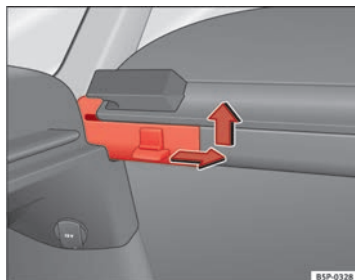

Fig. 126 Démontage de la plage arrière
- Appuyez sur la fiche latérale dans le sens de la flèche, soulevez la plage arrière et retirez-la → fig. 126.